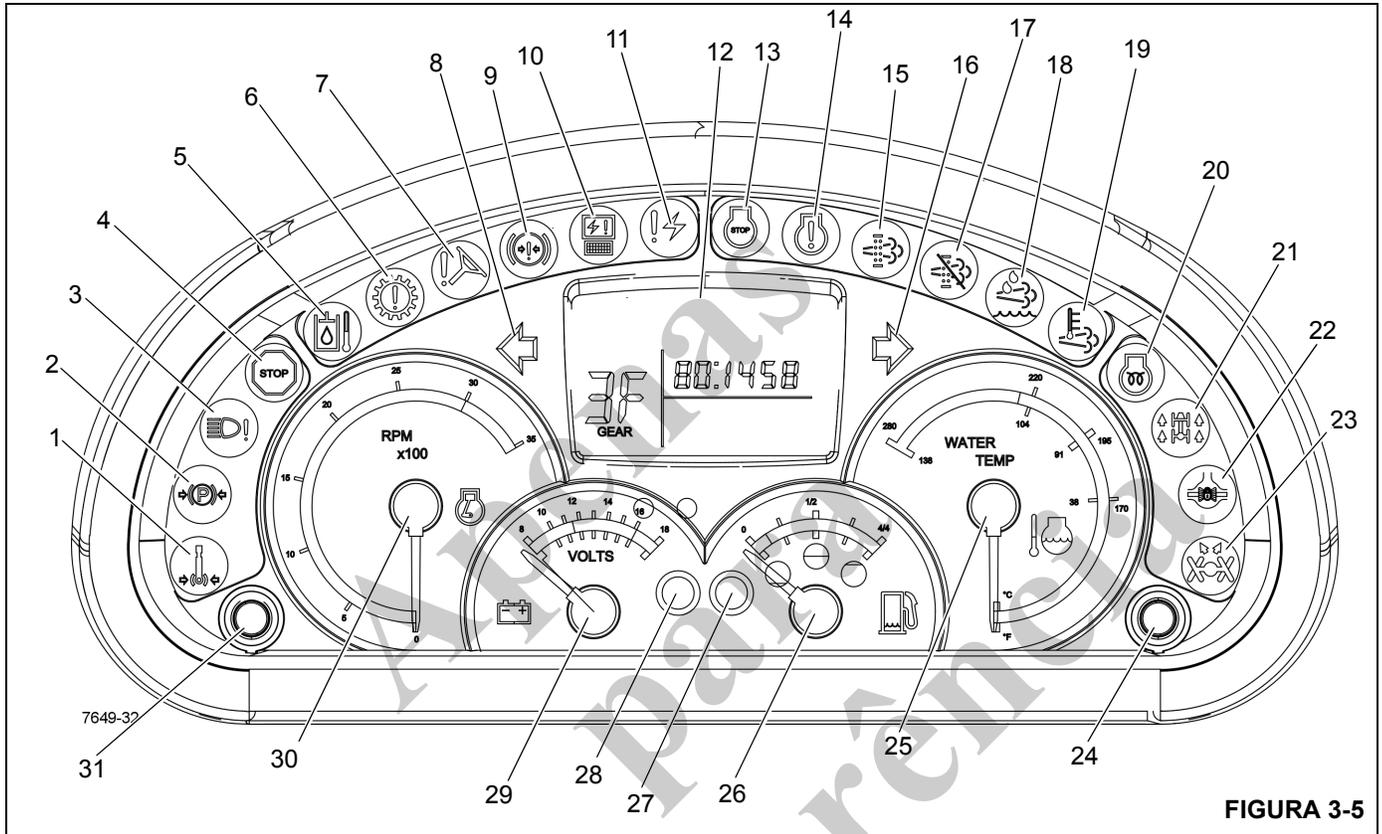
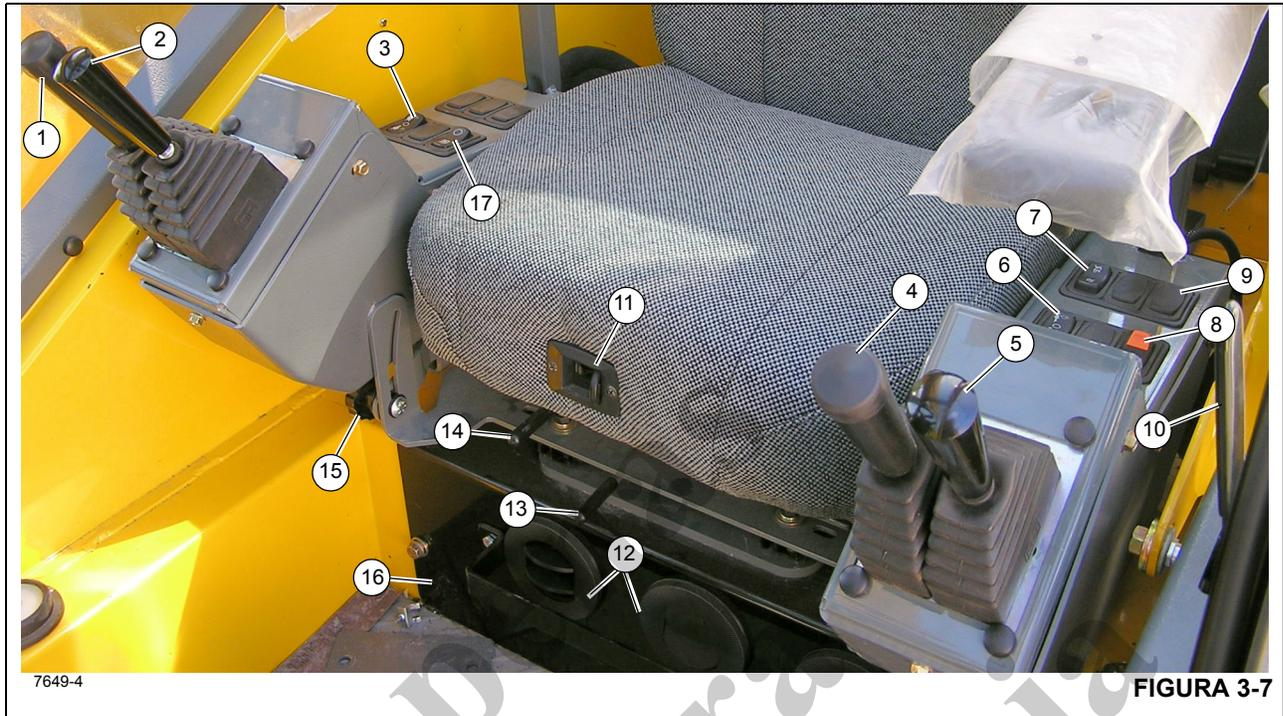

FIGURA 3-5
FIGURA 3-7
Números dos itens da Figura 3-5
O indicador do freio de giro acionado (1) Figura 3-5 localiza-se no mostrador de indicadores da coluna de direção. Ele acende em vermelho quando o freio de giro do motor de giro da plataforma rotativa estiver acionado impedindo a rotação da superestrutura do guindaste.
O indicador do freio de estacionamento acionado (2) Figura 3-5 localiza-se no mostrador de indicadores da coluna de direção. Ele acende em cor vermelha quando o freio de estacionamento for acionado.
O indicador de defeito nos faróis (3) Figura 3-5 localiza-se no mostrador de indicadores da coluna de direção. Ele acende em âmbar quando os faróis dianteiros do guindaste estiverem defeituosos.
O indicador de parada de emergência (4) Figura 3-5 localiza-se no mostrador de indicadores da coluna de direção. Ele acende em vermelho quando a chave de parada de emergência for pressionada (consulte *Chave de parada de emergência*, página 3-15). Uma campainha de atenção também soará.
O indicador de temperatura do óleo hidráulico alta (5) Figura 3-5 localiza-se no mostrador de indicadores da coluna de direção. Ele acende em vermelho quando a temperatura do óleo hidráulico ultrapassa 93°C (200°F); uma campainha de atenção também é acionada. Quando este indicador acender, apoie a carga o mais rápido possível, desligue o motor e tente identificar a causa da alta temperatura do óleo hidráulico.
O indicador de atenção da transmissão (6) Figura 3-5 localiza-se no mostrador de indicadores da coluna de direção. Ele acende em vermelho quando a temperatura do óleo da
O indicador de baixa pressão da direção (7) Figura 3-5 localiza-se no mostrador de indicadores da coluna de direção. Ele se ilumina com a cor vermelha quando a pressão hidráulica está baixa. Uma campainha de atenção também soará.
O indicador da sinaleira direcional esquerda (8) Figura 3-5 localiza-se no mostrador de indicadores da coluna de direção. É uma luz verde em forma de seta que pisca quando a alavanca da sinaleira direcional é empurrada para baixo ou a chave da luz de perigo é ligada.
O indicador de pressão do freio baixa (9) Figura 3-5 localiza-se no mostrador de indicadores da coluna de direção. Ele acende em vermelho quando a pressão na válvula de carga do acumulador duplo cai abaixo dos requisitos normais de operação. Uma campainha de atenção também soará.
O indicador do módulo eletrônico (10) Figura 3-5 localiza-se no mostrador de indicadores da coluna de direção. Se qualquer dos módulos eletrônicos estiver off-line e sem comunicação com o sistema, o indicador acende em vermelho.
O indicador de diagnóstico do sistema eletrônico (11) Figura 3-5 localiza-se no mostrador de indicadores da coluna de direção. O indicador tem luz vermelha usada para detecção e resolução de problemas do sistema do barramento CAN.
O mostrador de LCD (12) Figura 3-5 localiza-se no mostrador de indicadores da coluna de direção. O mostrador indica a marcha em uso, códigos de falha e a versão do software principal.
O indicador de parada do motor (13) Figura 3-5 localiza-se no mostrador de indicadores da coluna de direção. Ele acende em vermelho quando um sinal é enviado do ECM do motor. Além disso, uma campainha de atenção também soará.
O indicador de atenção do motor (14) Figura 3-5 localiza-se no mostrador de indicadores da coluna de direção. Ele acende em âmbar quando um sinal é enviado do ECM do motor.
O indicador da sinaleira direcional direita (16) Figura 3-5 localiza-se no mostrador de indicadores da coluna de direção. É uma luz em forma de seta verde que pisca quando a alavanca da sinaleira direcional é empurrada para cima ou a chave das luzes de perigo é posicionada em ON (Ligada).
O indicador de aguardar para ligar o motor (20) Figura 3-5 localiza-se no mostrador de indicadores da coluna de direção. Ele acende em âmbar por um período de tempo quando a chave de ignição estiver na posição ON (Liga). Não se deve dar partida no motor até que a luz Aguardar Para dar Partida se apague. Esta luz é controlada pela ECM do motor.
O indicador de tração nas quatro rodas (21) Figura 3-5 localiza-se no mostrador de indicadores da coluna de direção. Ele acende em âmbar quando a chave seletora do eixo de tração (5) (Figura 3-2) estiver na posição baixa da tração nas quatro rodas. Este indicador também piscará se a operação do guindaste é mudada entre tração alta nas duas rodas e tração baixa nas quatro rodas e o pedal do freio não está pressionado e a transmissão não está em neutro.
O indicador de diferencial do eixo bloqueado (22) Figura 3-5 localiza-se no mostrador de indicadores da coluna de direção. Este indicador acende em âmbar depois que a chave de bloqueio do diferencial (10) Figura 3-7 é pressionada na posição Lock (Bloquear) e que as chaves de bloqueio do diferencial do transportador, localizadas em cada eixo, são fechadas. Na posição Lock (Bloquear), o diferencial não atua entre as rodas.
O indicador de rodas traseiras não centralizadas (23) Figura 3-5 localiza-se no mostrador de indicadores da coluna de direção. O indicador é uma luz âmbar que se ilumina sempre que as rodas traseiras não estão centralizadas.
O indicador da temperatura do líquido de arrefecimento (WATER TEMP) (25) Figura 3-5 localiza-se no mostrador de indicadores da coluna de direção. Ele indica a temperatura do líquido de arrefecimento do motor em uma escala dupla calibrada de 38 a 138°C e 100 a 280°F. O indicador recebe sinal de uma unidade de transmissão de temperatura e do ECM do motor do sistema de arrefecimento do motor.
O indicador de combustível (26) Figura 3-5 localiza-se no mostrador de indicadores da coluna de direção. O indicador exibe a quantidade de combustível no tanque em uma escala calibrada de zero [0] a 4/4. O medidor de combustível recebe um sinal de uma unidade de transmissão no tanque de combustível.
O indicador de Nível baixo de combustível (27) Figura 3-5 acende quando o tanque de combustível estiver quase vazio (15%). Quando este indicador acender, o tanque de combustível deve ser abastecido imediatamente. A luz apaga quando o nível no tanque de combustível atingir 20% da capacidade.
Com o motor funcionando, o indicador de carga da bateria (28) Figura 3-5 acende se a tensão no sistema da bateria estiver abaixo de nove (9) volts, a tensão no ECM do motor estiver abaixo de nove (9) volts ou não houver sinal de carga do alternador.
Números dos itens da Figura 3-7
O controle do guincho principal (1) (Figura 3-7) localiza-se no apoio de braço direito. O joystick, quando empurrado para a frente abaixa o cabo. Quando puxado para trás ele eleva o cabo.
O controle de elevação da lança (2) Figura 3-7 localiza-se no apoio de braço direito. Quando empurrado para a frente o joystick abaixa a lança, puxado para trás ele eleva a lança.
A chave seletora da velocidade do guincho principal (3) Figura 3-7 é uma chave de três posições fixas (ALTA/DESLIGADA/BAIXA) localizada no apoio de braço direito. Colocada na posição ALTA, permite a operação das funções do guincho principal e energiza o solenoide de velocidade alta do guincho principal, proporcionando altas velocidades do cabo. Colocada na posição central, DESLIGADA, a elevação de carga é impedida. Colocada na posição BAIXA, permite a operação das funções do guincho principal e desliga a energia do solenoide de velocidade alta do guincho principal, proporcionando baixas velocidades do cabo.
O controle do guincho auxiliar ou do telescópio (4) (Figura 3-7) localiza-se no apoio de braço esquerdo. O joystick controla as funções do telescópio quando o guindaste não estiver equipado com um guincho auxiliar. Empurre o joystick para a frente para estender a lança e puxe a alavanca para trás para retrai-la.
A chave seletora da velocidade do guincho principal (6) Figura 3-7 é uma chave de três posições fixas (ALTA/DESLIGADA/BAIXA) localizada no apoio de braço esquerdo. Colocada na posição ALTA, permite a operação das funções do guincho auxiliar e energiza o solenoide de velocidade alta do guincho auxiliar, proporcionando altas velocidades do cabo. Colocada na posição central, DESLIGADA, a elevação de carga é impedida. Colocada na posição BAIXA, permite a operação das funções do guincho auxiliar e desenergiza o solenoide de velocidade alta do guincho auxiliar, proporcionando baixas velocidades do cabo.